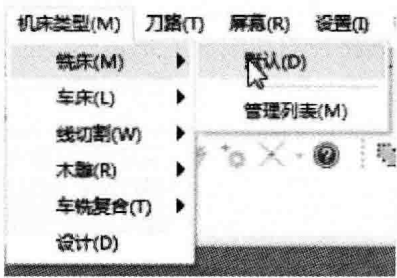

图 2.1.3 选择机床
(2) 选择加工所使用的机床类型 选择主菜单【机床类型】→【铣床】→【默认】（如图 2.1.3 选择机床），此时进入铣床的加工模块。